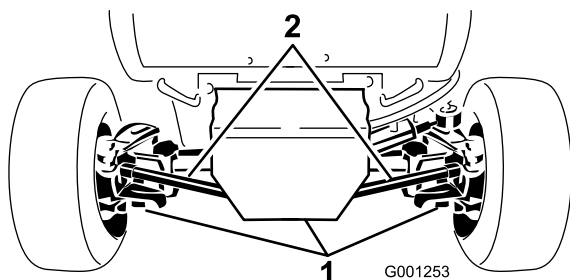

Figure 64
2. Nettoyez la surface autour des 3 bouchons de vidange (Figure 64).